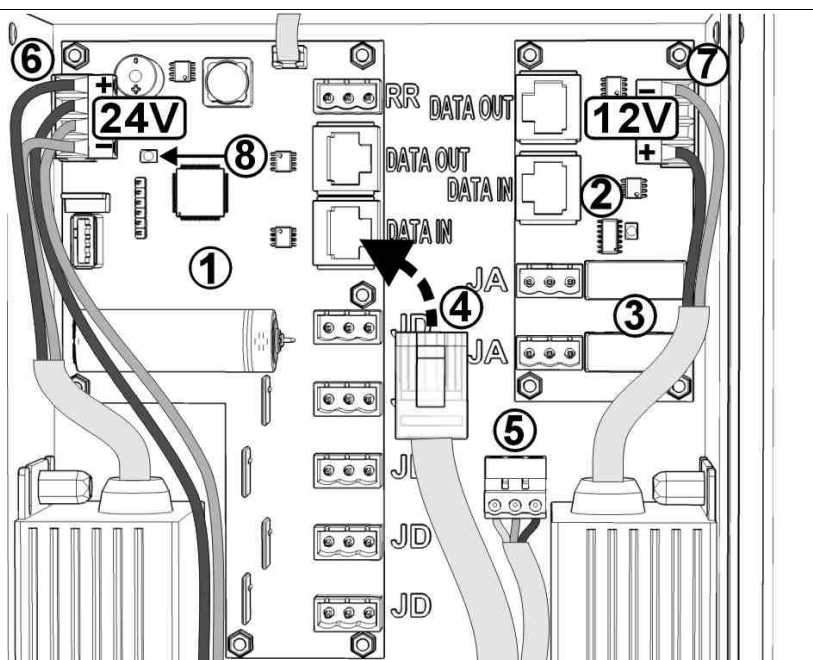

Fig. 19: Collegamento del cavo dati seriale
- Introducete nel modulo **POWER SUPPLY** il cavo dati seriale (Fig. 19), fatelo passare sotto il clacson e quindi inseritelo nel connettore di scheda identificato dalla scritta "**DATA IN**".
- c) se manca la tensione continua +24V sulla morsettiera in alto a sinistra della scheda **HUB+24V** (vedi Fig. 19), sostituite l'alimentatore +24V (cap. 9.6);
2. Per i moduli **ALPHA**, verificate l'integrità dei fusibili presenti sulla scheda **HUB+12V** (vedi Fig. 19).